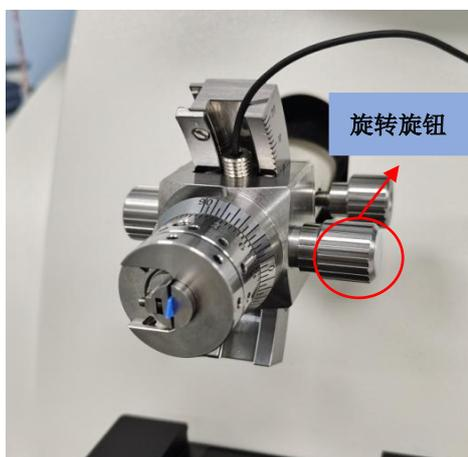

图 7
- f) 将修块刀向后移动一段距离，通过弧形样品架右侧第一个旋钮，将样品夹旋转 90°，如图 7；